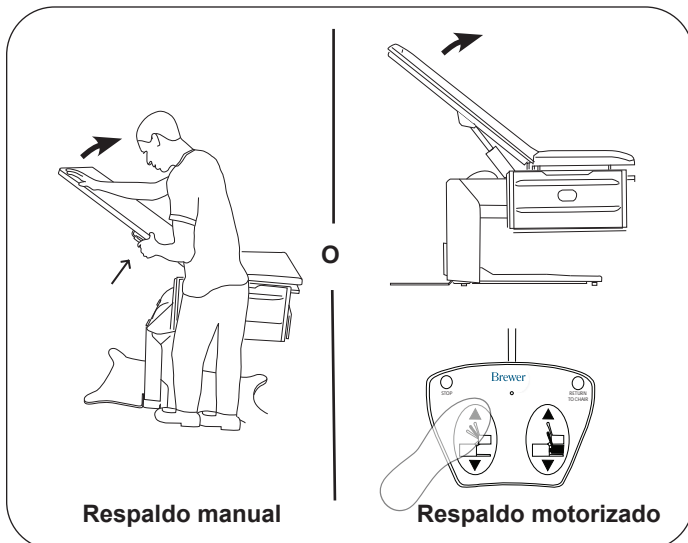

Figura 11. Suba el respaldo
13. Suba el respaldo a su posición completamente arriba (Figura 11).